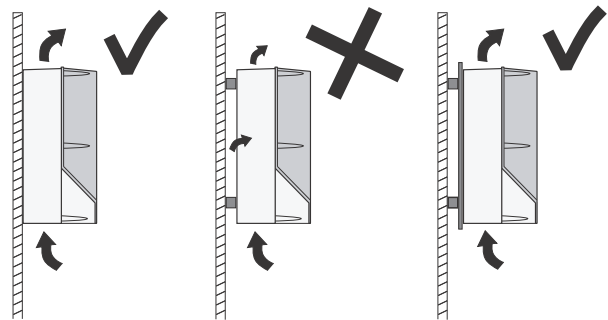

Fig. 3 CUE colgado directamente en la pared o fijado con una placa posterior
- Cuelgue el CUE directamente en la pared o fíjelo con una placa posterior. Véase la fig. 3.